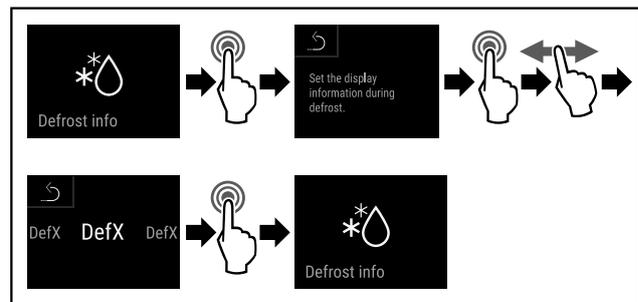

Fig. 135
- ▶ Handlungsschritte (siehe Fig. 135) durchführen.